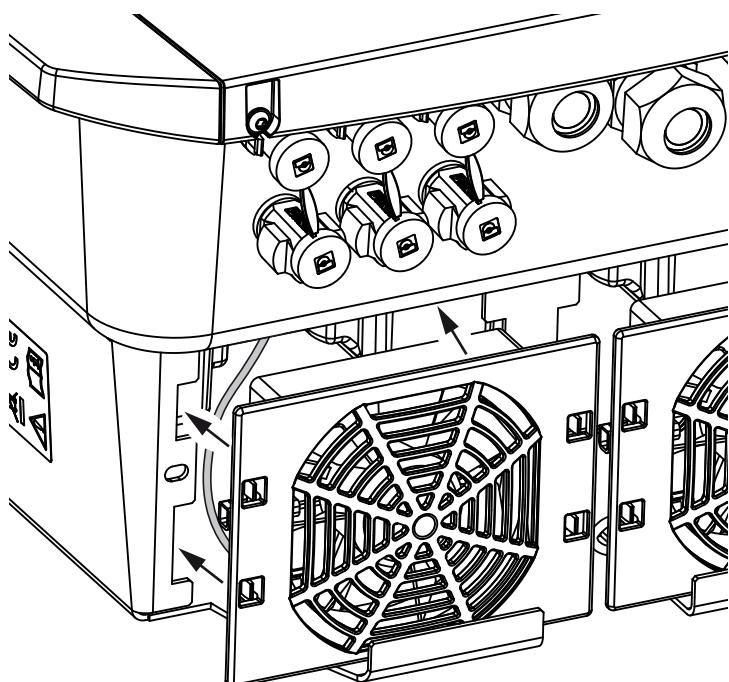

Fig. 77: Ventilatormontering
- at ventilatoren er monteret korrekt i ventilatorrammen (luftstrømsretning).  **Fig. 77**